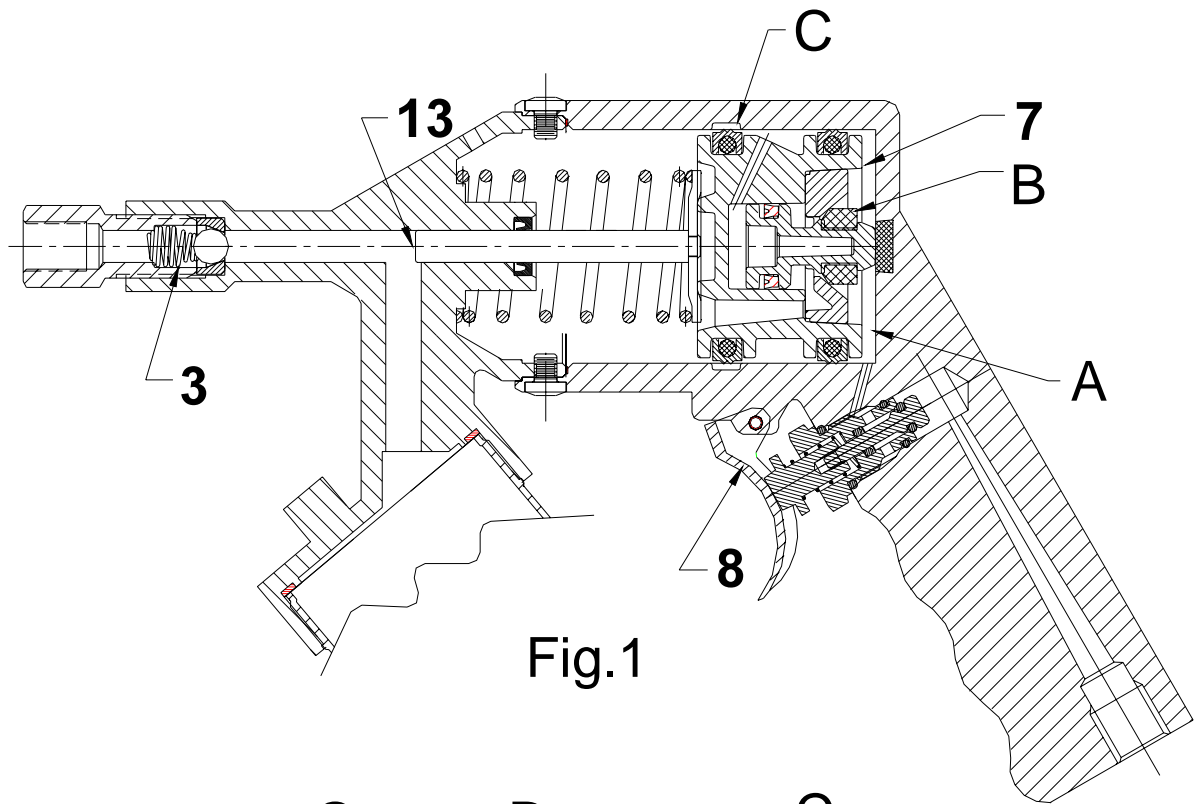
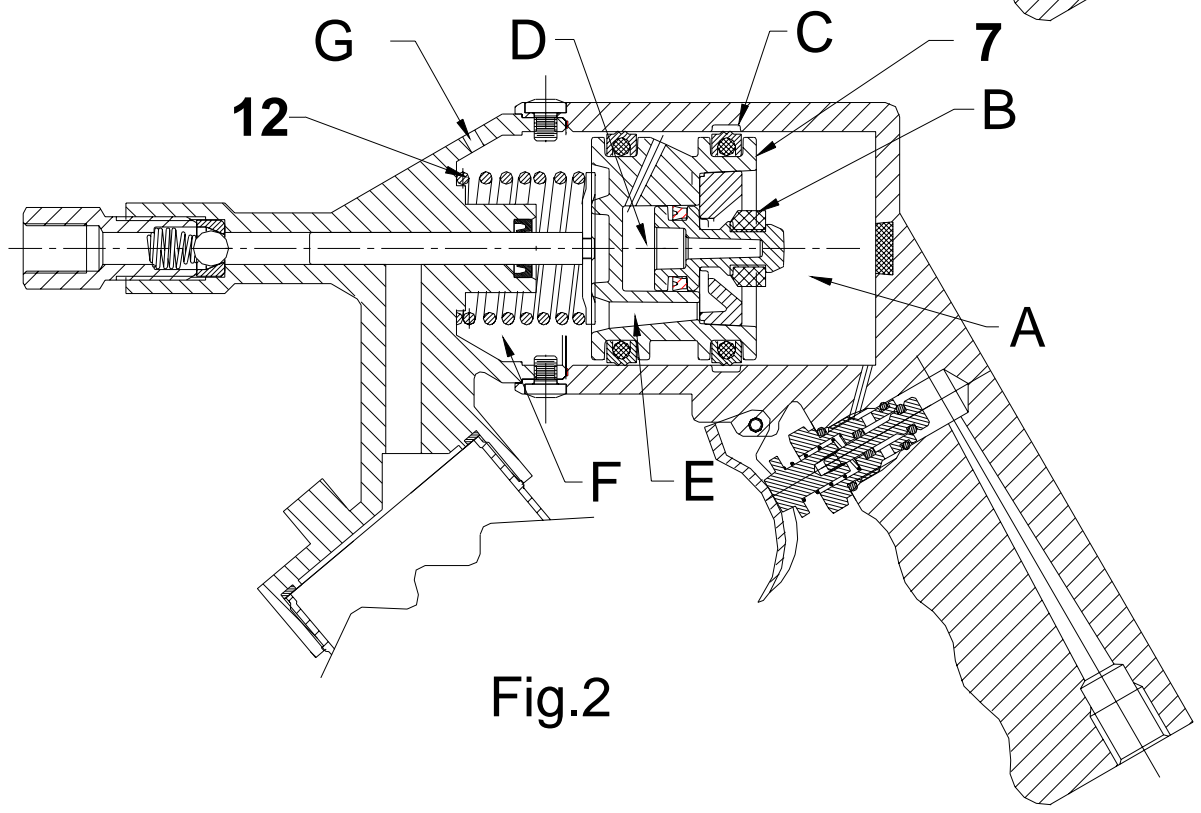

Fig.1
Fig.2
Le pistolet fonctionne lorsque la gâchette (8) est actionnée. L'air sous pression arrive dans la chambre A (voir Fig. 1) et pousse le piston (7) par l'intermédiaire du piston (13) vers la gauche. La valve B est fermée. La graisse, sous la pression du piston (13), ouvre la valve (3) et libère une dose de lubrifiant.
Lorsque le piston (7) atteint la rainure de dérivation C (voir Fig. 2), l'air arrive dans la chambre D et ouvre la valve B. La pression pneumatique de la chambre A est relâchée par la valve B et les trous E vers la chambre F qui communique avec l'extérieur par le trou G. La pression de l'air s'équilibre des deux côtés du piston (7) et la force du ressort (12) va ramener le piston dans sa position initiale, rechargeant le pistolet (voir Fig. 1). La valve B se fermera et l'air de la chambre D sera évacué par la rainure de dérivation C vers l'extérieur. Le cycle se répète chaque fois que la gâchette est actionnée.